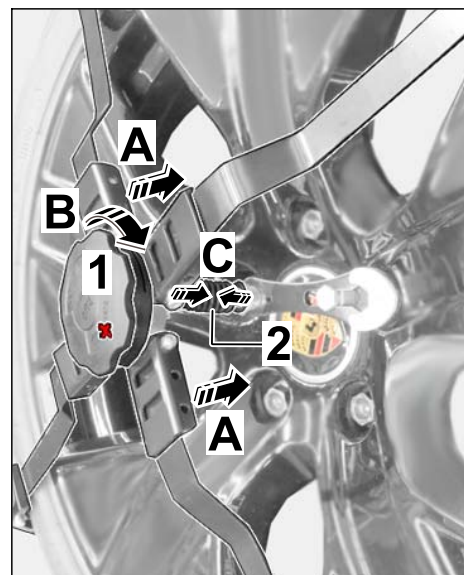

Figura 10
- 2.3.2 Premere le catene da neve nell'area attorno alla manopola sulla ruota posteriore (⇒ *Figura 10-A*).
Chiudere contemporaneamente la manopola ruotandola verso destra (segno "+" ⇒ *Figura 10-B*) fino a fine corsa, fino a quando il soffietto non risulta premuto (⇒ *Figura 10-C*).